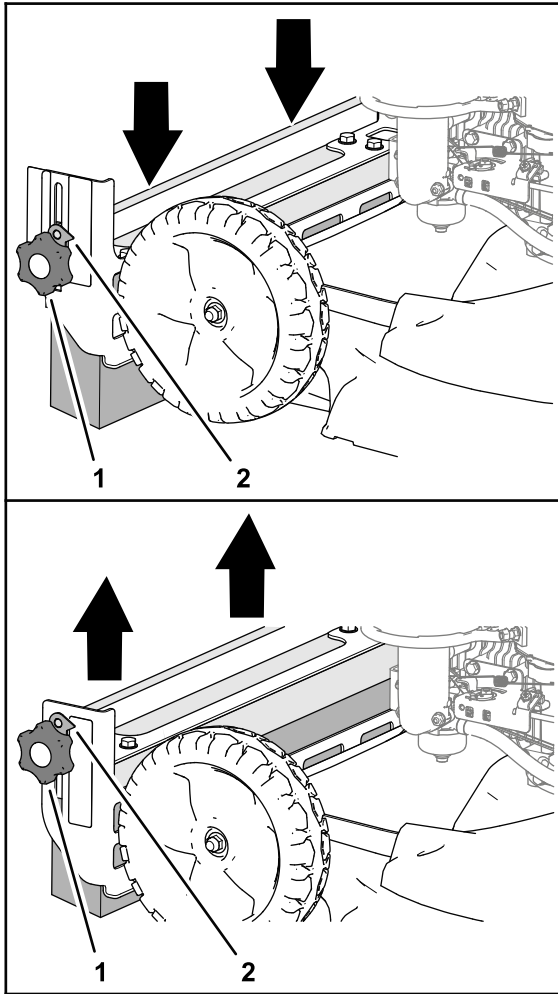

Figura 19
1. Afloje los pomos en los laterales del bastidor del cepillo (Figura 19).
2. Utilice el asidero del soporte de ajuste del cepillo para elevar o bajar el cepillo groomer (Figura 19).
3. Apriete los pomos (Figura 19).